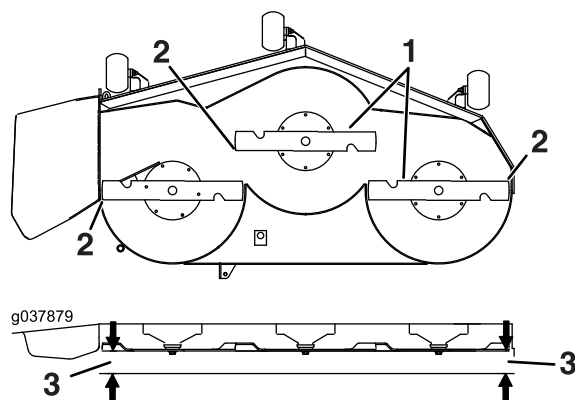

Figura 81
6. Măsurați de la vârful lamei până la suprafața plană (Figura 81). Dacă ambele măsurători nu sunt mai mici de 5 mm, reglați planeitatea; continuați cu această procedură.
- Rotii cu atenție lamele dintr-o parte în cealaltă (Figura 81).